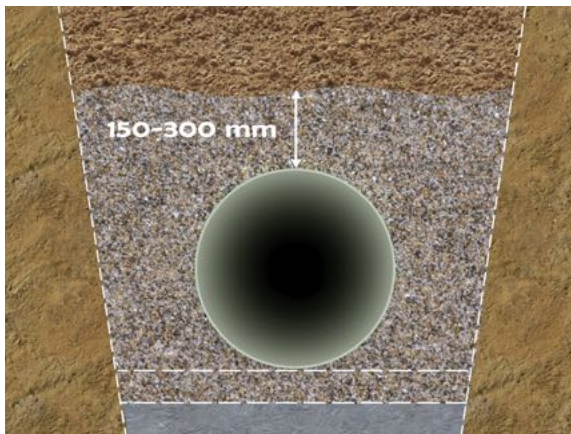

Fig. 39 Tipul 1 de instalare
- » Umplutura până la 300 mm peste creasta conductei se execută cu materialul specificat și compactat la gradul de compactare prevăzut (Fig. 39).